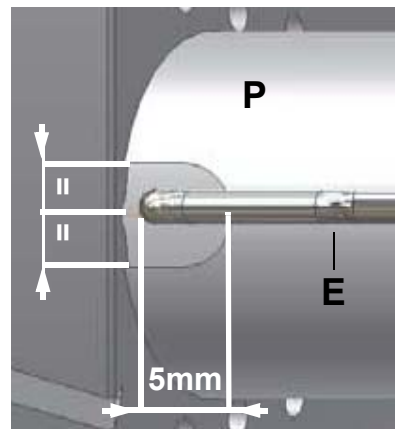

Fig. 32
- 2 scollegare il cavo (CE) dell'elettrodo (E);
- 4 allentare la vite (B) del supporto di bloccaggio che assicura l'elettrodo di accensione (E) al pilota del bruciatore (P);
- 5 estrarre l'elettrodo e sostituirlo facendo riferimento alle quote mostrate in Fig. 32.